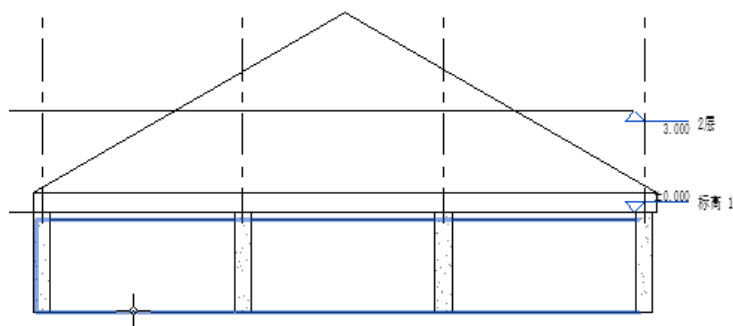

图 12-47 选择墙
(2) 单击“建筑”选项卡“洞口”面板中的“墙洞口”按钮，选择要创建洞口的墙，如图 12-47 所示。